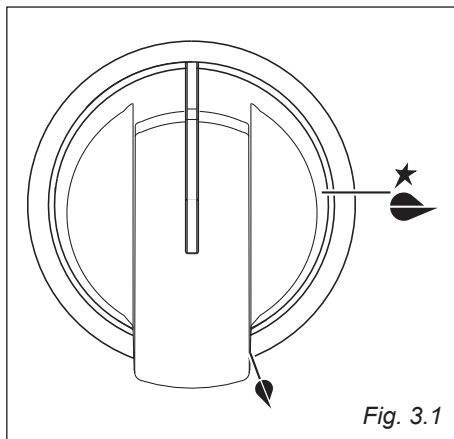

Fig. 3.1
L'afflusso del gas ai bruciatori è regolato da un rubinetto valvolato comandato dalla manopola di fig. 3.1.
- √ L'accensione elettrica è incorporata nelle manopole dei bruciatori e si identifica per il simbolo  vicino al simbolo "●" (fig. 3.1).